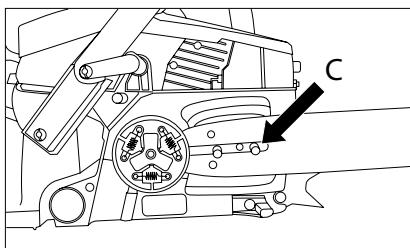

Abb. 6
4. Stellen Sie die Schiene so auf, dass der Schlitz der Schiene mit den beiden Schrauben zusammenfällt (C) (Abb. 6).